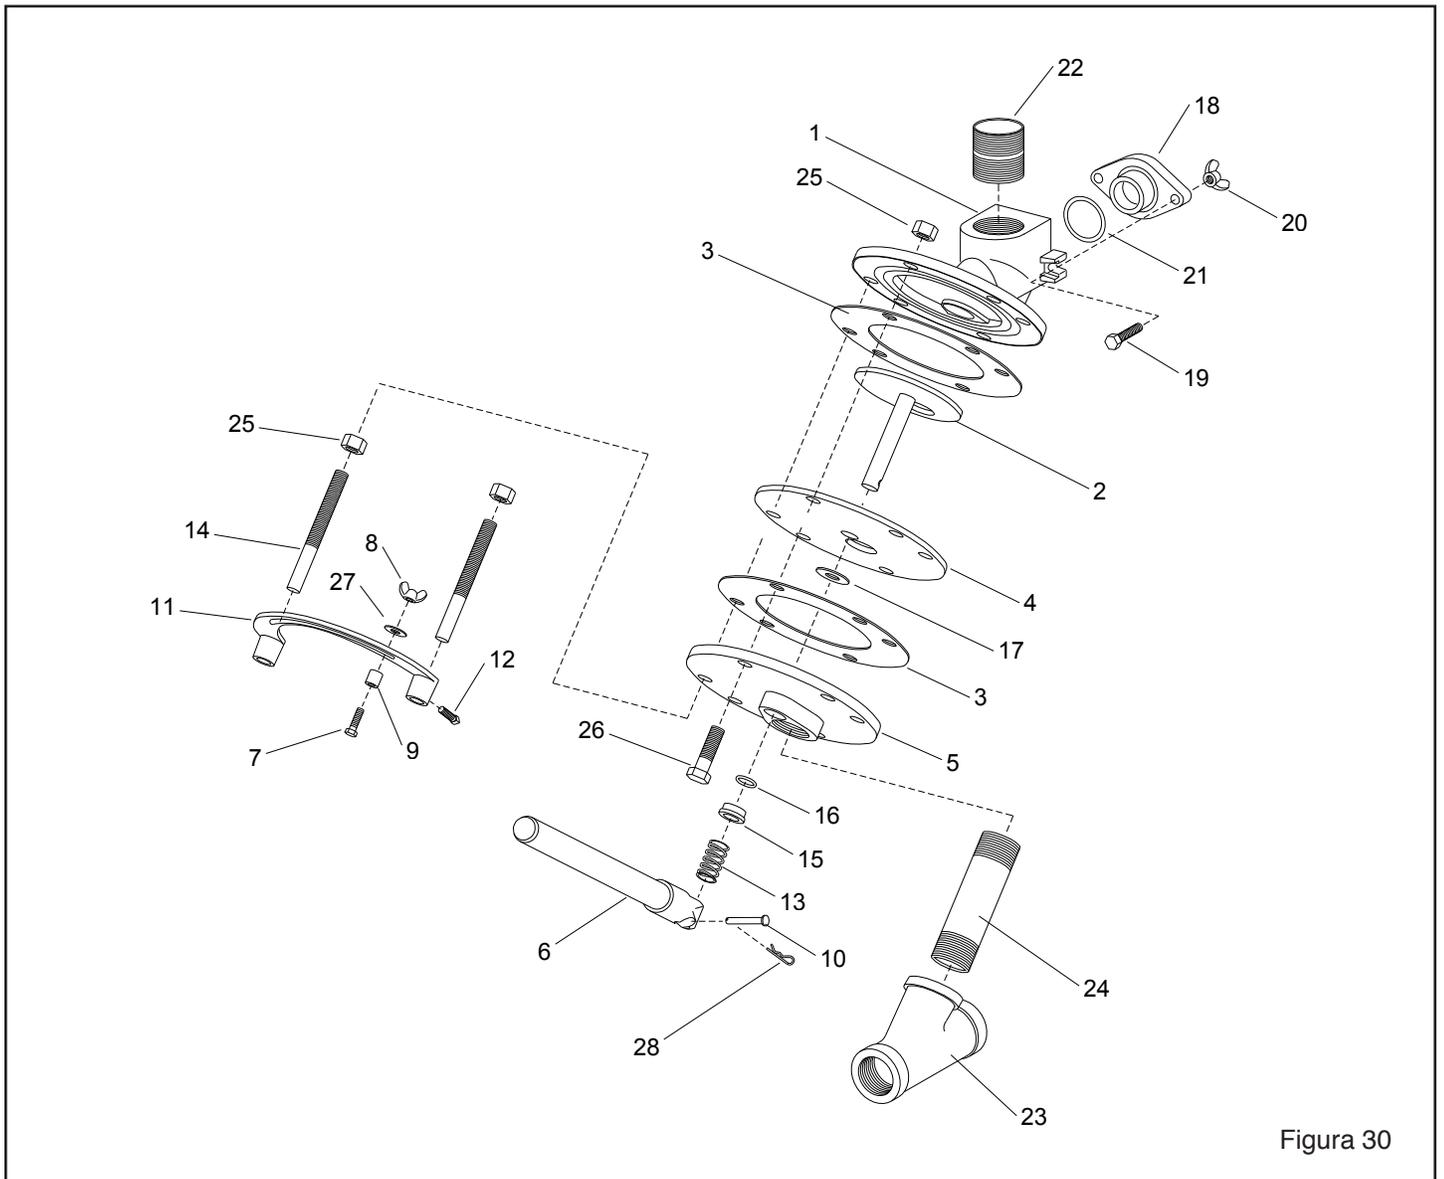

Figura 30
8.6 Válvula dosificadora de abrasivo FSV, Figura 30